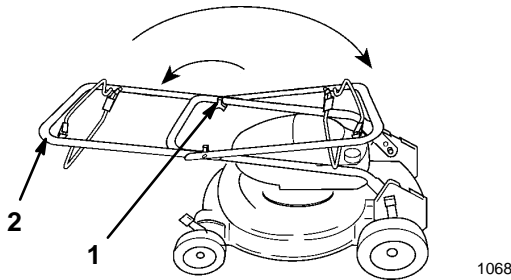

Figure 1
1. Desserrer les boutons du mancheron et relever le mancheron supérieur en arc de cercle jusqu'à ce qu'il soit dans le prolongement du mancheron inférieur et que les extrémités s'emboîtent (Fig. 1).